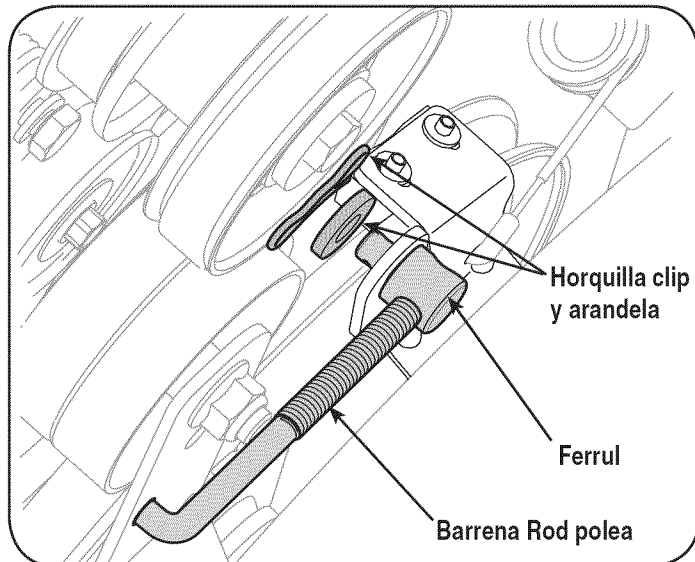

Figura 29
1. Retire el arco-tie clip y arandela plana de la virola con el fin de desconectar la varilla de barrena de la polea del freno soporte de montaje. Vea la Figura 29.